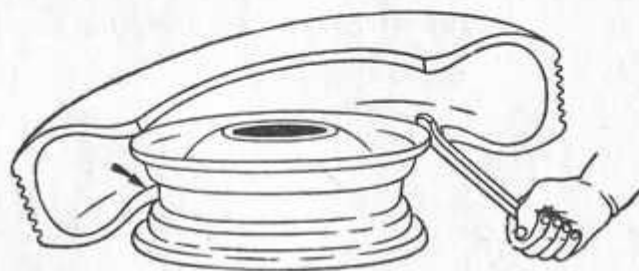

Рис. 117. Демонтаж покрышки.
4) вытолкнуть вентиль из отверстия обода и вынуть камеру. Если нужно снять покрышку полностью, то после удаления камеры следует сдвинуть в глубокую часть обода часть второго борта покрышки и продолжать демонтаж с помощью лопаток с нижней стороны (рис. 117).